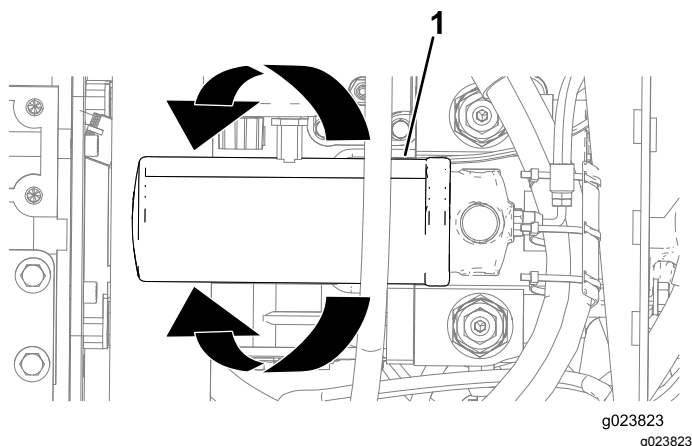

Рисунок 121
3. Поместите сливной поддон или уложите ветошь под фильтр линии нагнетания гидравлической жидкости (Рисунок 121).
4. Поверните фильтр линии нагнетания гидравлической жидкости против часовой стрелки и снимите его (Рисунок 121).
6. Совместите фильтр линии нагнетания гидравлической жидкости с местом его посадки и поверните его по часовой стрелке, пока уплотнение фильтра не войдет в контакт с переходником (Рисунок 121).